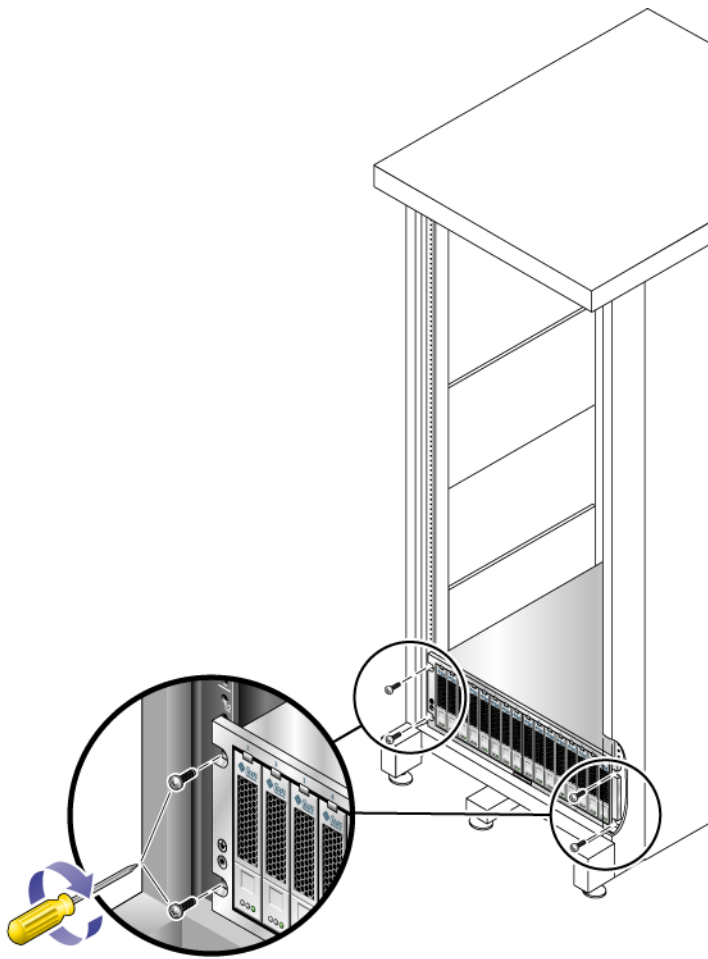

FIGURE 2-10 Fixation de l'unité à l'avant de l'armoire
3. Utilisez le tournevis cruciforme n°3 pour installer et serrer quatre vis M6 (deux par côté) pour fixer le plateau à l'avant de l'armoire (FIGURE 2-10).